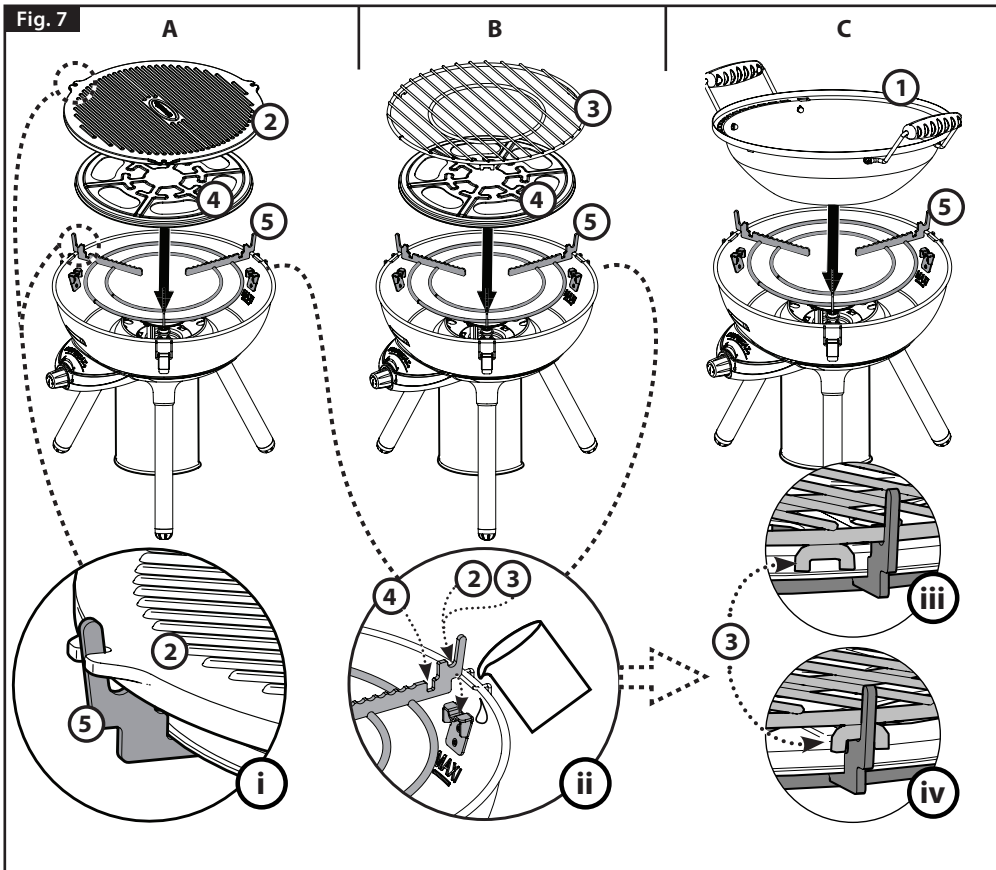

Fig. 8
Allumage piézoélectrique (Fig. 8)
- Tournez le bouton de commande (Fig. 8-A) dans le sens antihoraire (vers "⬅") de manière à ce qu'il soit complètement ouvert, puis poussez immédiatement le bouton de commande (Fig. 8-B) jusqu'à ce qu'il émette un clic.
- Si le brûleur ne s'allume pas, tournez le bouton de commande dans le sens horaire en position d'arrêt (O) jusqu'à ce qu'il ne bouge plus. Attendez 5 minutes avant de recommencer l'opération.